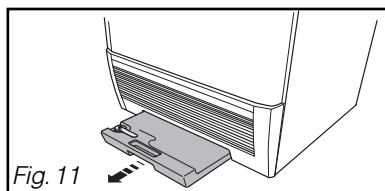

Fig. 11
- Para vaciarlo, sáquelo de su compartimento tirando hacia usted (Fig. 11).